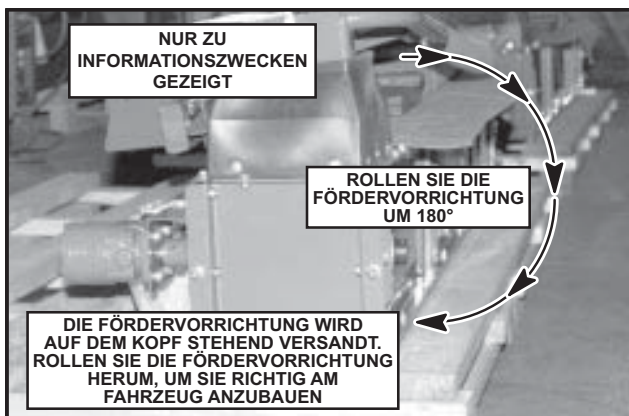
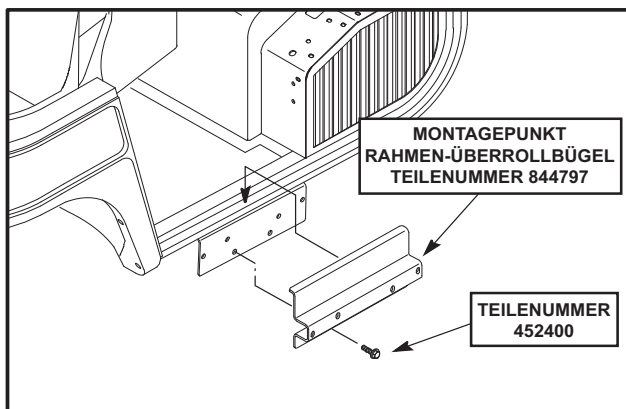

Abbildung 3
Abbildung 9
- Drehen Sie das Führungsrohr zur Vorderseite der Fördervorrichtung und legen Sie das Führungsrohr auf den Boden. Rollen Sie die Fördervorrichtung um 180°, so dass sich Federung und Hauptdrehachse unten befinden (die Federung, der Hauptrahmen und das Hauptdrehgelenk werden sich drehen, bis sie an der Fördervorrichtung befestigt werden. Eventuell werden Sie diese Elemente durch Bänder fixieren wollen, damit sie sich nicht drehen, wenn die Fördervorrichtung gerollt oder angehoben wird (siehe Abb. 3).
2. Befestigen Sie die grüne Klammer (Montage Rahmen-Überrollbügel, Teilenummer 844797) an der Montageklammer wie in Abbildung 3. Sichern Sie die Verbindung mit zwei (2) M10-1,50 x 30 Schrauben (Teilenummer 452400). **Nicht zu fest** anziehen. Die Befestigungselemente müssen für die Einstellung nach Einbau der Fördervorrichtung gelöst bleiben (siehe Abb. 9 & 10).